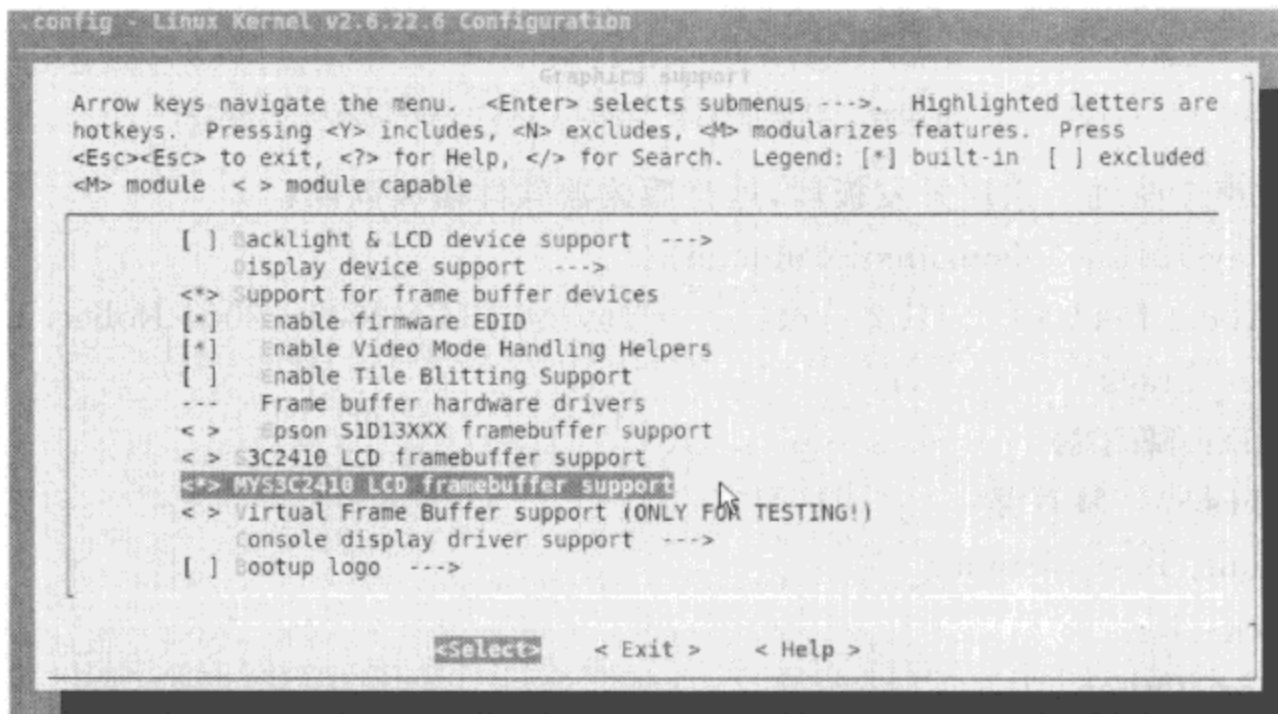

图 6-7 LCD 驱动配置
(2) 在 drivers/video/Kconfig 中增加 config 条目,以使 mys3c2410fb 驱动的配置选项能够出现在 make menuconfig 的配置界面中,如图 6-7 所示。